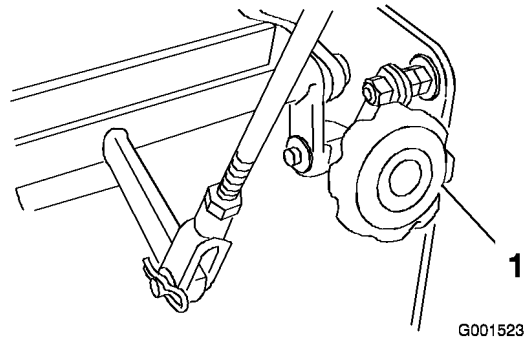

Figura 54
4. Si la unidad se desvía hacia un lado, gire el mando de ajuste de la dirección. Gire el mando a la derecha para dirigir la máquina hacia la derecha, y a la izquierda para dirigir la máquina hacia la izquierda (Figura 54).